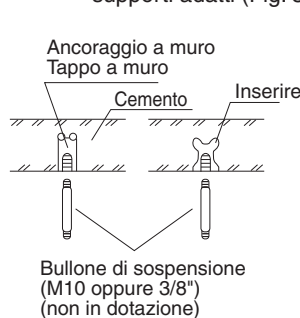

Fig. 3-11
- (3) Praticare i fori nei 4 punti indicati nello schema a grandezza naturale.
(4) A seconda del tipo di soffitto:
- Inserire i bulloni di sospensione (Fig. 3-11) oppure